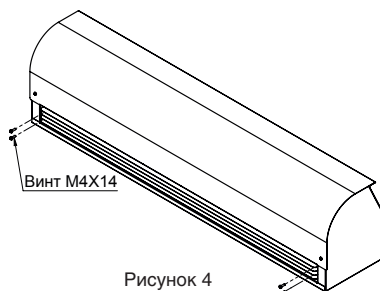

Рисунок 4
- С передней воздуховыпускной решетки выкрутить крепежные винты М4х14 по 2 шт. с каждой стороны (см.рисунок 4).